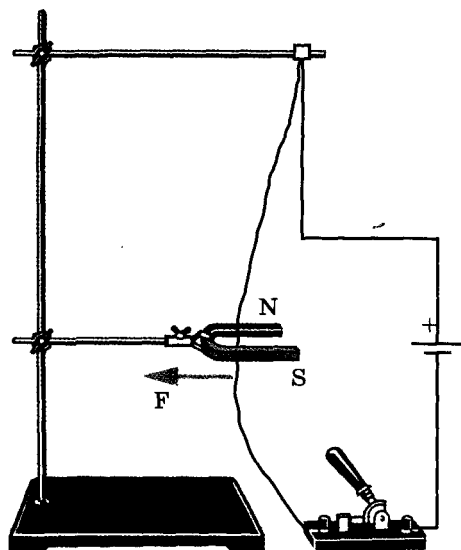

Рис. 57
Направление движения проводника (рис. 57) зависит от направления тока в нем и от расположения полюсов магнита. Для установления направления действия силы со стороны магнитного поля на проводник с током пользуются *правилом левой руки*: левую руку располагают так, чтобы силовые линии магнитного поля входили перпендикулярно в ладонь, а четыре вытянутых пальца совпадали с направлением тока в проводнике, тогда отогнутый в плоскости ладони большой палец укажет направление силы, действующей со стороны магнитного поля на проводник с током.
1. Перед проведением опыта подвесьте к лапке штатива проводник и через ключ присоедините к источнику тока (см. рис. 57).